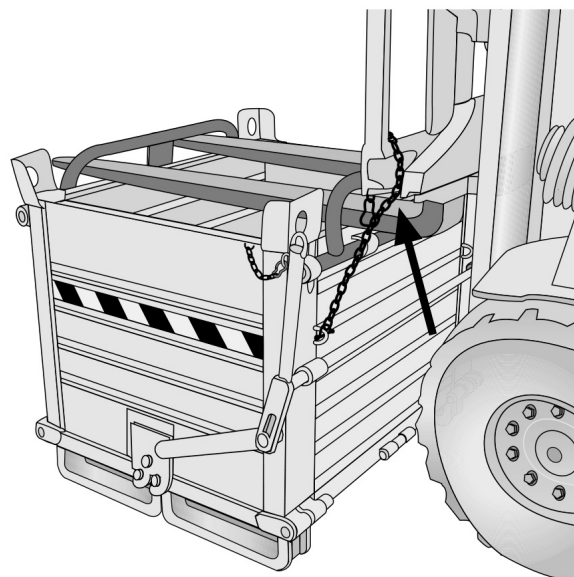

Fig.6.2.4
- 6.2.5 Togliere il moschettone di sicurezza dalla leva di sgancio fondelli (**fig. 6.2.4**).